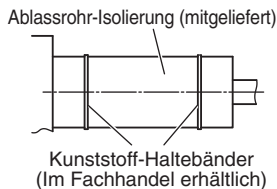

Abb. 3-9
- Nachdem das Ablaufrohr gut befestigt wurde, das mitgelieferte Abdichtmaterial und die Isolierung um das Rohr wickeln, dann mit Kunststoff-Haltebändern sichern. (Abb. 3-9)